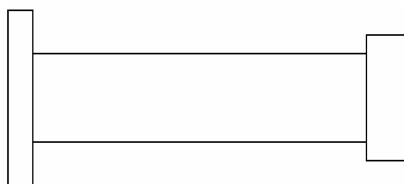

图 3-40 绘制 $\phi 50\text{mm}$ 的轴
3) 绘制 $\phi 50\text{mm}$ 的轴。在立即菜单中将【起始直径】设置为“16”，向右拖动光标，输入“135 后”，按回车键，操作结果如图 3-40 所示。